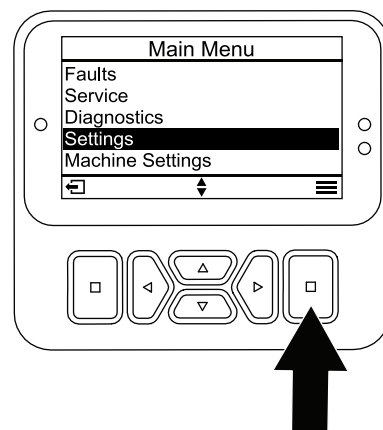

図 29
1. メインメニューから、設定メニューまで下にスクロールし、選択ボタン (図 29) を押します。